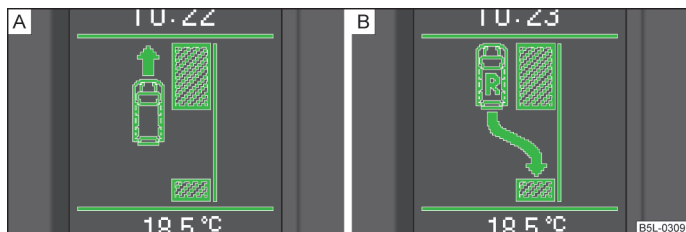

Fig. 102 Pantalla informativa: Plaza de aparcamiento detectada con un aviso a seguir avanzando [A] y para acoplar la marcha atrás [B]
- Cuando el asistente de aparcamiento ha reconocido una plaza de aparcamiento adecuada, esta se muestra en la pantalla informativa » fig. 102 [A].
- Avanzar hasta que se reproduzca el aviso [B] » fig. 102.